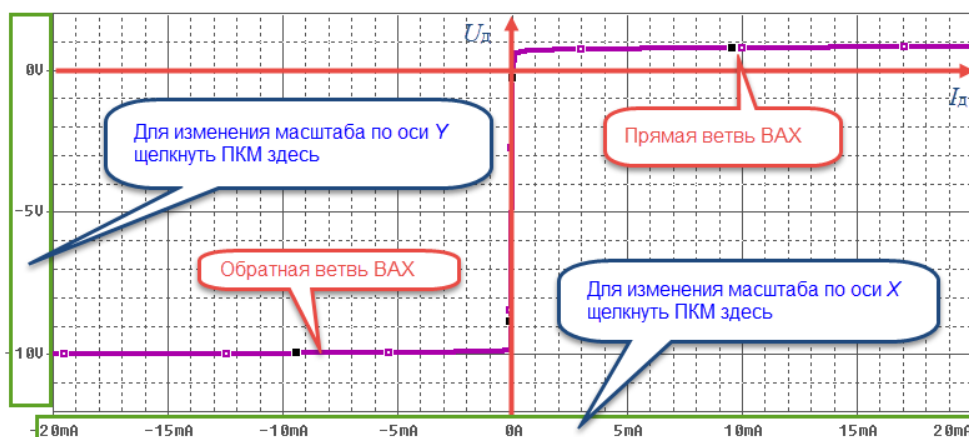

Рис. 9. ВАХ стабилитрона
- 4.6. Запустить программу расчета (клавиша **F11** или пиктограмма ). В результате расчета откроется окно графического редактора *Probe* с ВАХ стабилитрона в виде $U_d(I_d)$ (рис. 9). Этот график дает представление об общем виде характеристики, однако по нему невозможно определить параметры стабилитрона. Рекомендуется получить отдельно графики прямой и обратной ветви в подробном масштабе и уже по этим графикам определять параметры. Получить нужные графики можно, изменив пределы измерений по осям X и Y (рис. 9).